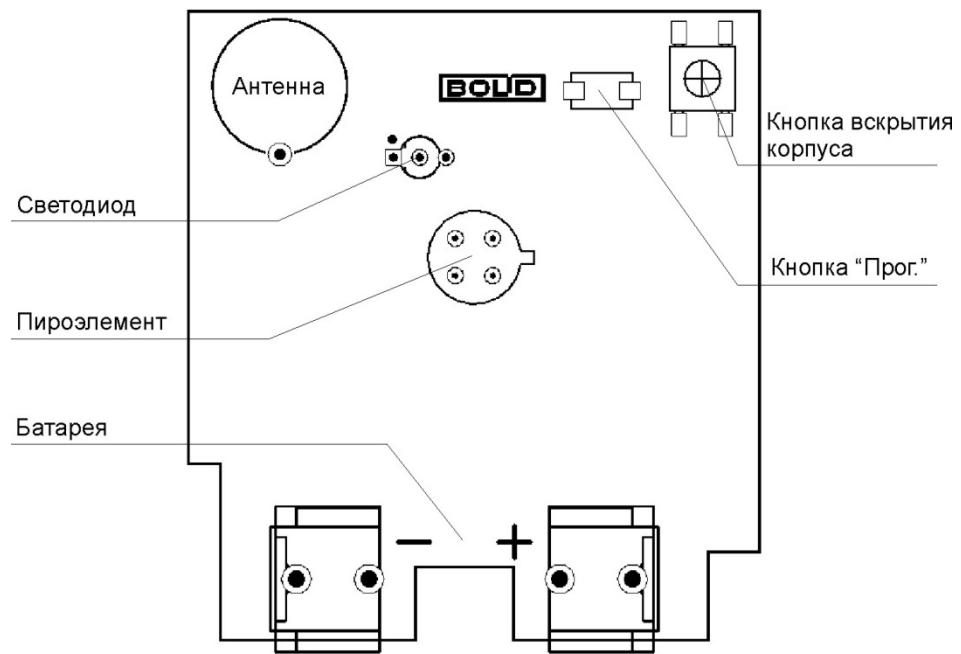

Рисунок 2.2 Расположение элементов на плате
На плате извещателя располагается элемент питания и органы управления прибором (см. Рисунок 2.2):
- Зажать кнопку «Прог.» на плате извещателя (см. Рисунок 2.2) на время более 3 секунд.
Тест качества связи запускается посредством короткого нажатия на кнопку «Прог.» на плате прибора (см. Рисунок 2.2). Запуск процедуры может занимать до 2 секунд, при этом прибор осуществляет анализ радиоэфира и регистрацию на Радиоконтроллере или оптимальном ретрансляторе.